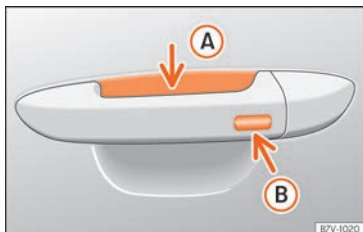

Abb. 68 Türgriff: Sensorflächen.
»» (Abb. 68)
- Berühren Sie die auf der Außenseite des Türgriffs befindliche Sensorfläche »» (Abb. 68) Ⓑ. Alle Blinker leuchten einmal.
- Berühren Sie innerhalb von 5 Sekunden einmal die auf der Außenseite des Türgriffs befindliche Sensorfläche »» (Abb. 68) Ⓑ. Ergreifen Sie dabei nicht den Türgriff. Das System Keyless Access ist jetzt vorübergehend deaktiviert.
- Beim nächsten Mal kann das Fahrzeug nur elektronisch mit dem Fahrzeugschlüssel entriegelt werden. Im Anschluss an die nächste Entriegelung ist das System Keyless Access erneut aktiviert »» ①.
Um mit der **Komfortfunktion** alle elektrischen Seitenfenster und das Glasdach zu schließen, lassen Sie einen Finger einige Sekunden auf der Sensorfläche für Verriegelung »» (Abb. 68) (B) am Türgriff, bis die Seitenfenster und das Dach geschlossen sind.